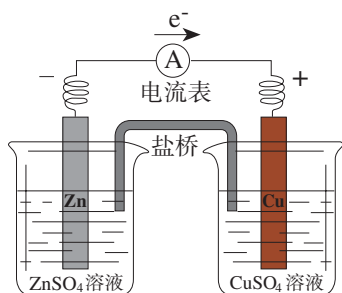

图4-1 锌铜原电池示意图
如图4-1所示，将置有锌片的 ZnSO_4 溶液和置有铜片的 CuSO_4 溶液用一个盐桥^①连接起来，然后将锌片和铜片用导线连接，并在中间串联一个电流表，观察现象。取出盐桥，观察电流表的指针有何变化。
实验表明，接通电路时，电流表的指针发生偏转，即电路中有电流通过。从上述装置中取出盐桥，电流表的指针又回到零点，即电路中没有电流通过。如图4-1所示的原电池叫做锌铜原电池，其中锌一端为负极，铜一端为正极。
(1) 图4-1所示的锌铜原电池工作时，电子在导线中的运动方向是怎样的？阴离子和阳离子在电解质溶液中的运动方向是怎样的？
请结合图4-1绘制反映原电池工作原理的示意图，并与同学交流。示意图要求包括以下内容：